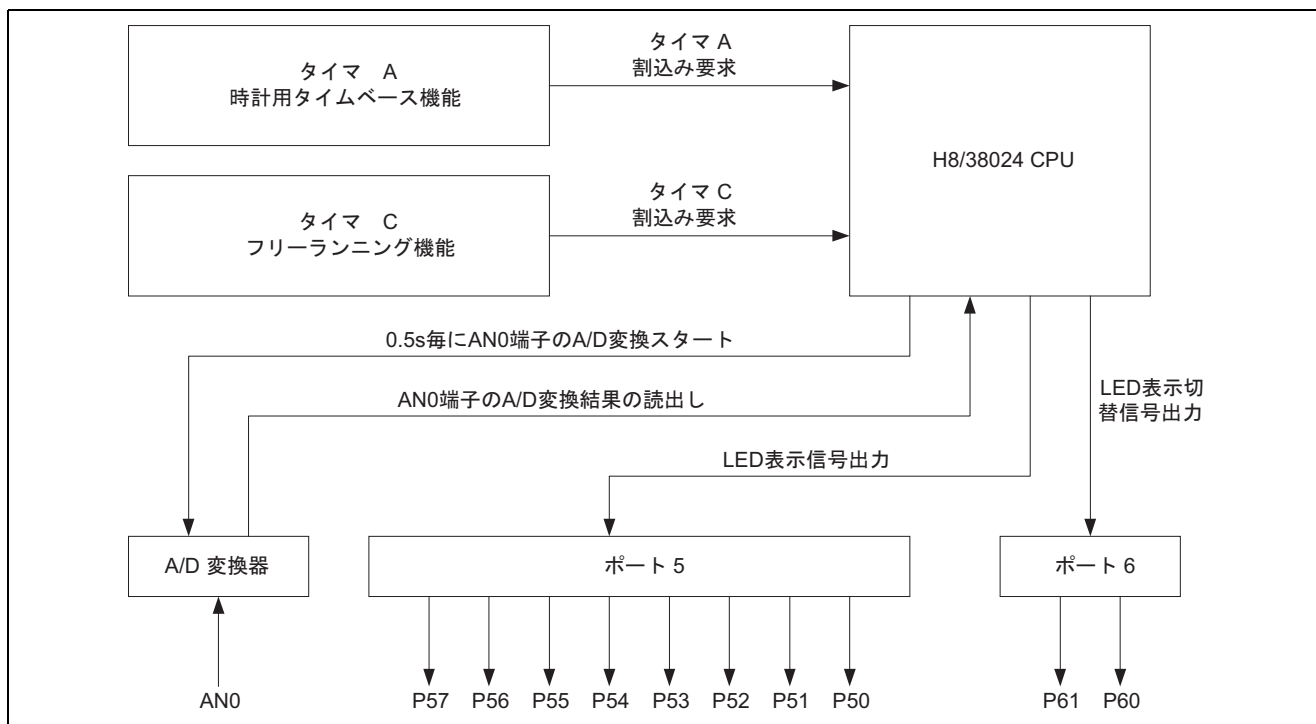

図 5 使用機能ブロック図
(1) 図 5 に本タスク例における H8/38024 の使用機能のブロック図を、表 2 に機能割付を示します。